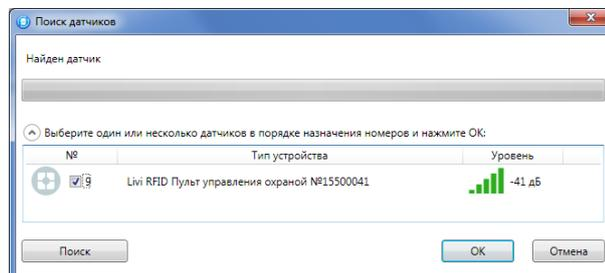

Рисунок 8.8 — Поиск радиоустройства
- В следующем окне (см. рисунок 8.8) будет отображен список устройств, доступных для связывания в радиусе действия радиоканала. Если подключаемого устройства нет в списке, то его следует повторно перевести в режим связывания (любое устройство серии Livi находится в режиме связывания ровно 60 секунд).